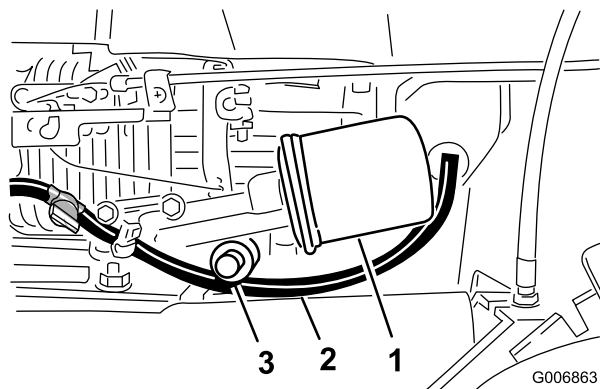

Figura 22
7. Abra la válvula de vaciado de aceite (Figura 22) y drene el aceite.
Cambie el filtro de aceite (Figura 22) cada 100 horas de operación o una vez al año, lo que ocurra primero.